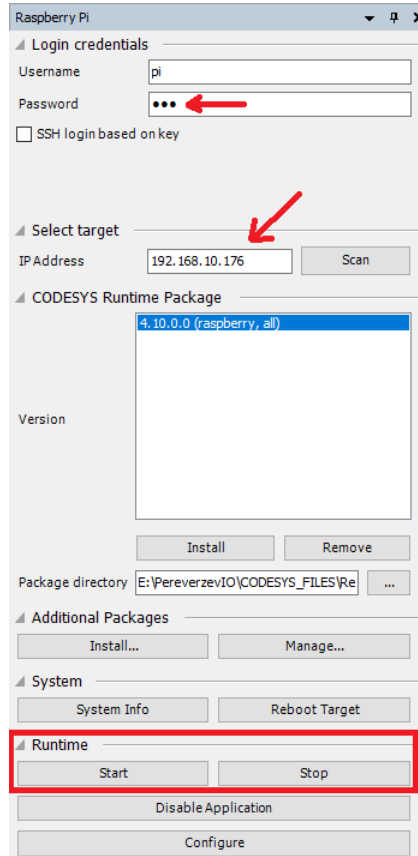

Рис. 4.11. Меню управления ПЛК
- Введите имя пользователя (pi), пароль (123) и IP-адрес ПЛК 2 (рис. 4.11);